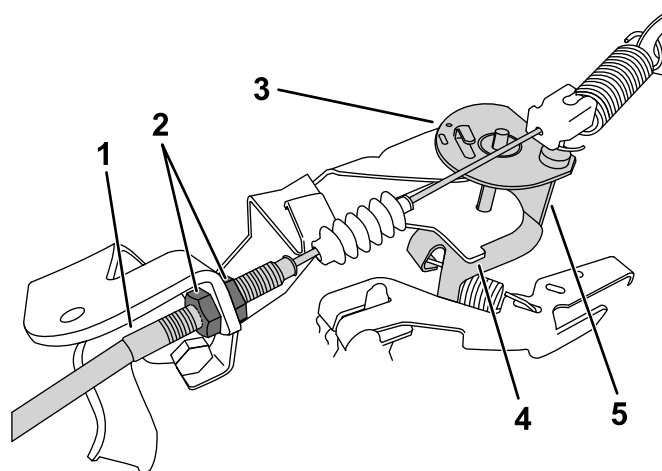

Рисунок 38
- На тросе дроссельной заслонки ослабьте переднюю зажимную гайку и затяните заднюю зажимную гайку, чтобы увеличить малую частоту холостого хода (Рисунок 38).